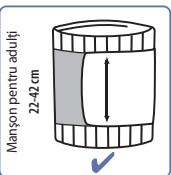

Fig. 5
- Acest manșon este potrivit pentru utilizare în cazul în care capetele săgeții se încadrează în modelul dungat de pe partea cealaltă a manșonului, atunci când manșonul e strâns în jurul brațului dumneavoastră (Fig. 5).